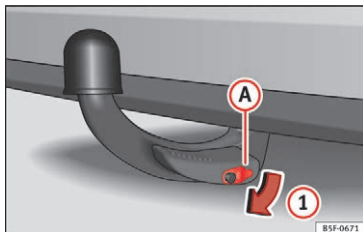

Fig. 230 Aftagning af låseafdækning
- Tag låseafdækningen **(A)** af låsen i pilens retning **(1)** » Fig. 230.